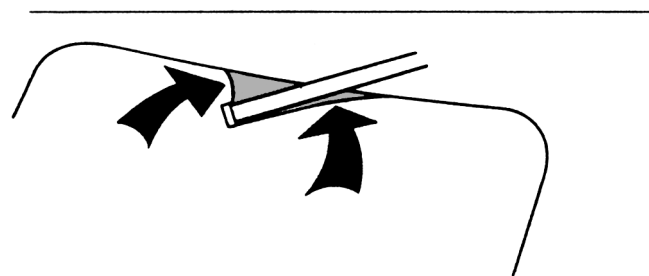

Fig 25.
8. Om stävlagret blir placerat så långt akterut att det hamnar akter om akterstäv skall lagret plastförstärkas mot stäv (samt slipas jämnt). Detta dels för att stabilisera stävhylsans infästning och dels för att få en gynnsammare vattenströmning (fig 25).